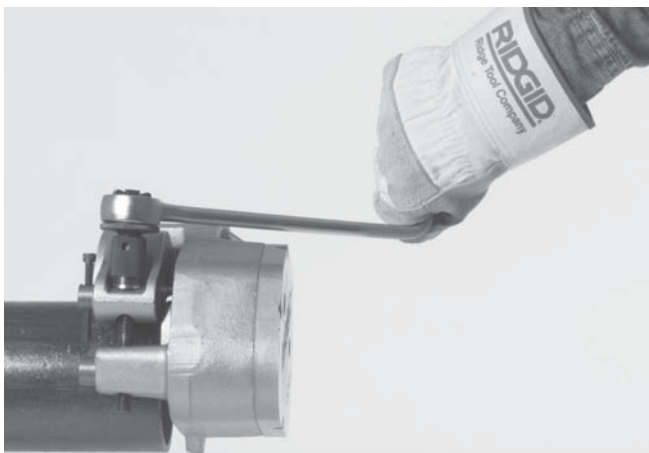

Рисунок 5 – Храповик в ходовом винте
1. Вставьте храповик в ходовой винт (рисунок 5).